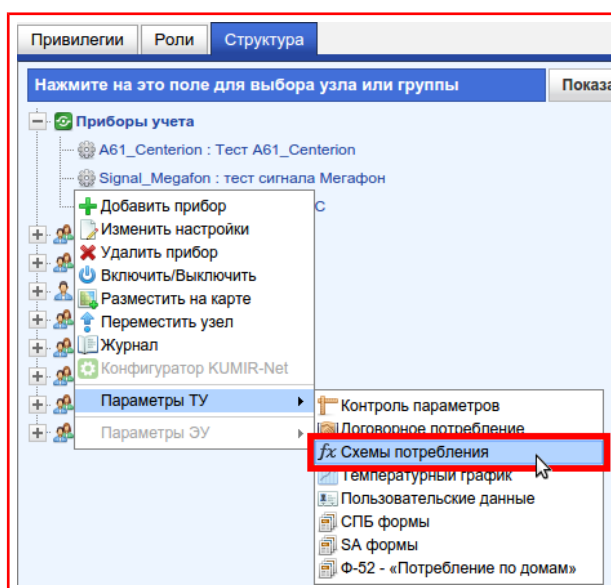

Рисунок 9.34 — Пункт «Схемы потребления»
- 2) В появившемся меню вызвать подменю **«Параметры ТУ»**, в котором выбрать пункт **«Схемы потребления»**, рисунок 9.34;